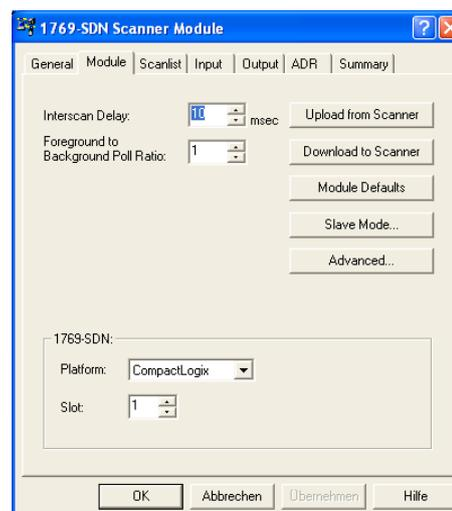

図 13.4: DeviceNet™用RSNetWorxで選択されたスキャナモジュール
- 👁️ DeviceNet™スキャナの特性ダイアログが表示されます (図13.4参照)。